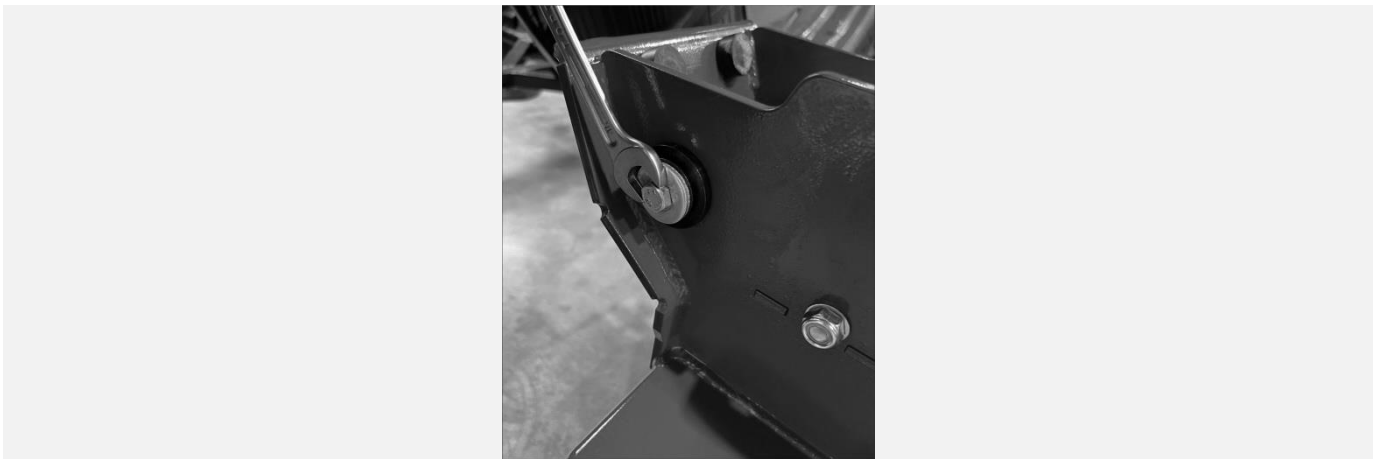

Рисунок 5
7.4.1 Снять с кронштейна ось колонны и ограничительную шпильку (см. Рисунок 5).